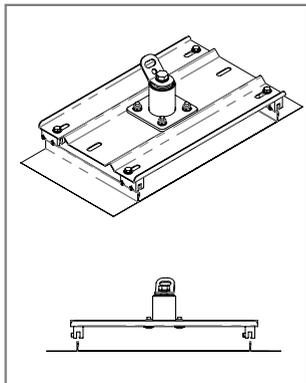

Figura 1.
- Installare il dispositivo fissandolo alla struttura portante [Figura 1].